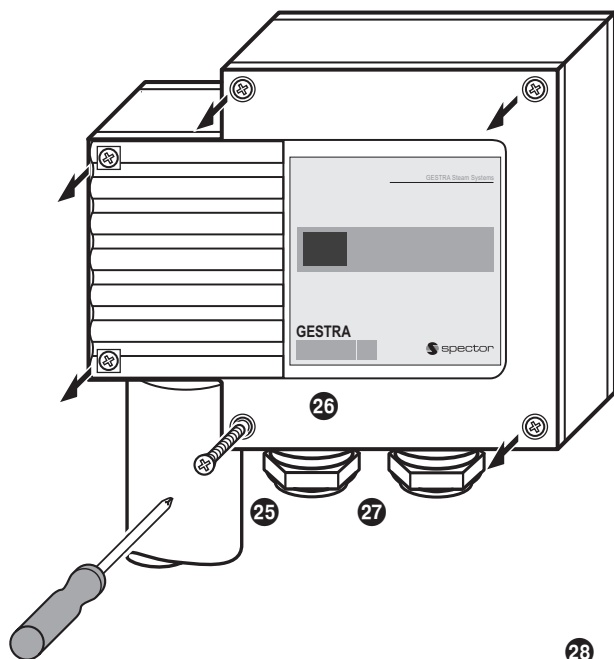

Fig. 10
1. Dekschroeven **25** losmaken, behuizingsdeksel **26** afnemen. **Fig. 10**